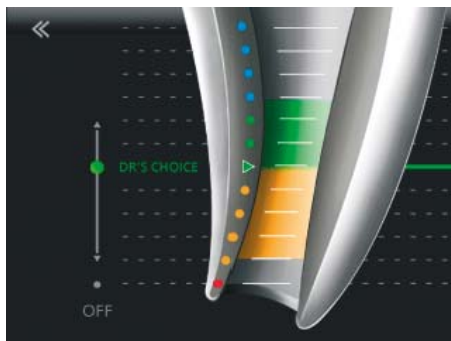

Fig. 23: Ajuste de DR'S CHOICE
- Así se puede ajustar esta línea apical variable en la posición deseada (por ejemplo, en la última barra verde) (Fig. 23).